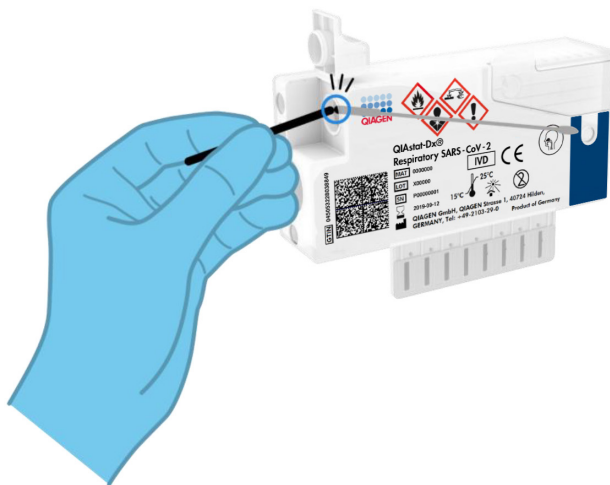

Figura 9. Quebrando a haste do swab.
6. Quebre o eixo do swab no ponto de quebra, deixando o restante do swab no QIAstat-Dx Respiratory SARS-CoV-2 Panel Cartridge (Figura 9).